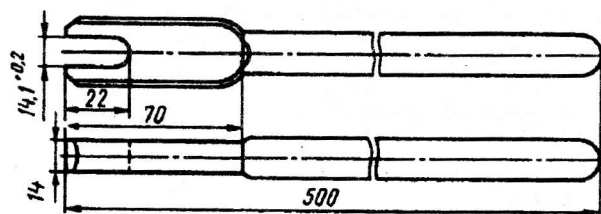

Рис. 169. Ключ для поворота и выбивки шкворня
2. Удалить нижнюю заглушку, для чего вставить специальный ключ, показанный на рис. 169, в вырез шквор-